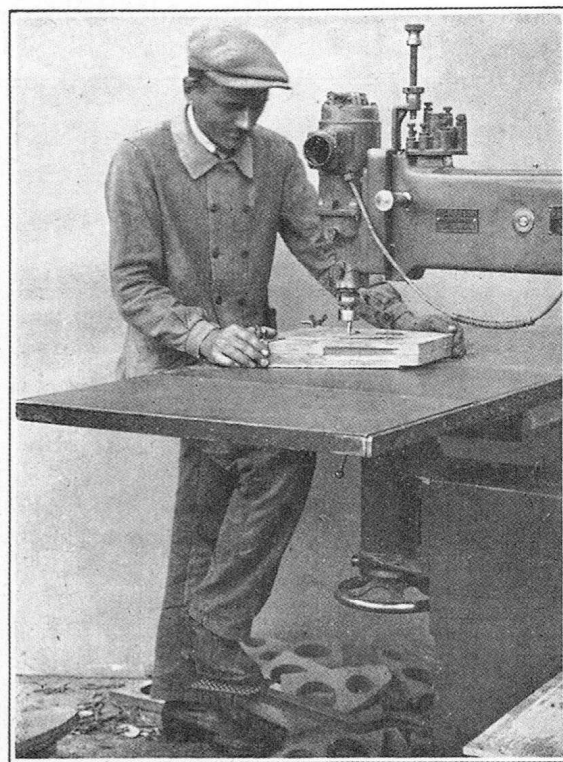

Fig. 10. — Ajourage des âmes de nervures
**Fabrication d'une Ame de Nervure.** Pour obtenir une nervure dont le profil soit rigoureux il est nécessaire que les âmes qui entrent dans sa fabrication permettent la réalisation de ce profil, du fait d'un usinage fait d'une façon soignée, toujours constante et rapide pour immobiliser le moins longtemps possible l'outillage de fabrication: on y arrive en toupillant par paquets de 24 mm d'épaisseur le pourtour de ces âmes, ces pièces ayant été au préalable sciées et ajourées (fig. 10). Pour